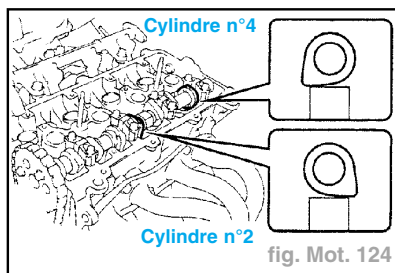

fig. Mot. 124
- Faire tourner l'arbre à cames de sorte que les bossages de came des cylindres n°2 et n°4 utilisant la portion hexagonale de l'arbre soient orientés comme indiqué sur l'illustration (fig. Mot. 124).